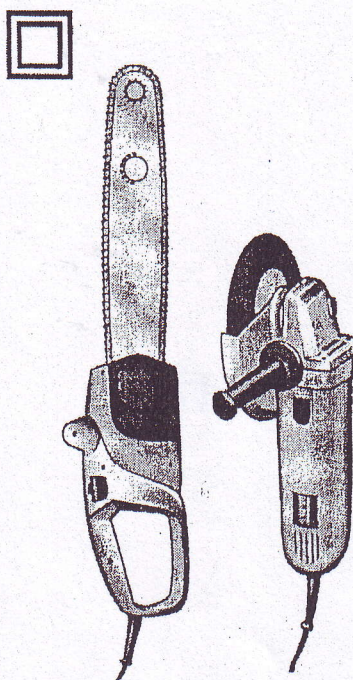

Рис.2.
**Машина класса II** – машина, в которой защиту от поражения электрическим током обеспечивают как основной изоляцией, так и дополнительными мерами безопасности, такими как двойная и усиленная изоляция, и которая не имеет защитного провода или защитного контакта заземления. На корпус машины такого класса наносится специальный знак - квадрат в квадрате (рис. 2).